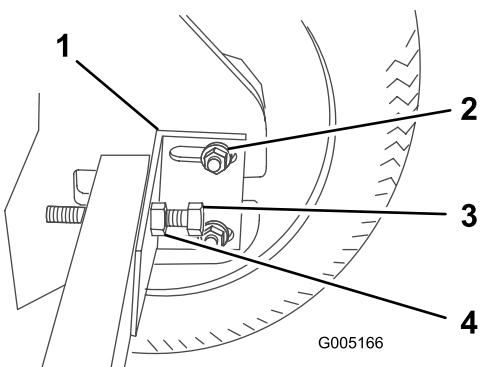

Figura 34
3. Afloje las tuercas que sujetan el soporte de retención del eje (Figura 34).
4. Afloje la tuerca del perno tensor de la cadena y afloje el perno (Figura 34).
7. Apriete el soporte de retención 3.8 a 6.35 cm (1-1/2 a 2-1/2 pulgadas) del eje contra el eje y el bastidor, luego apriete la tuerca del perno para sujetarlo (Figura 34); apriete la tuerca a 40.7 Nm (30 pies-libra).